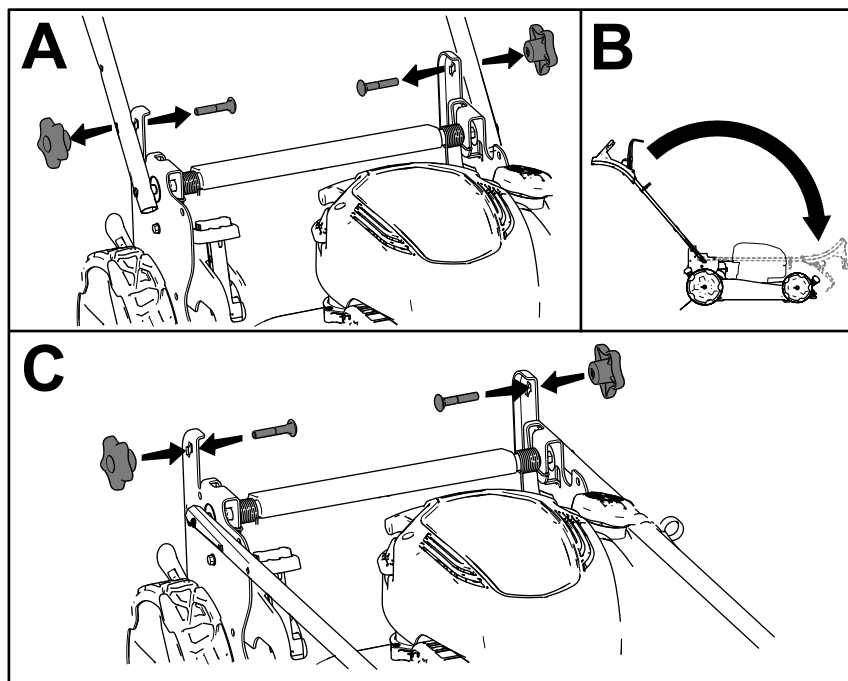

Рисунок 24
1. Снимите и сохраните 2 ручки рукоятки и 2 каретных болта с кронштейнов рукоятки (вид А на Рисунок 24).
2. Сложите рукоятку, повернув ее вперед (вид В на Рисунок 24).
3. Установите, не затягивая, ручки рукоятки и каретные болты на кронштейны рукоятки (вид С на Рисунок 24).